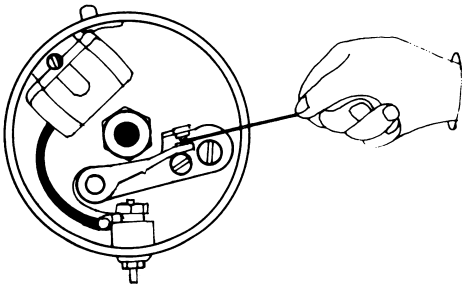

Fig. 21. Un papelito de celofán templado entre los puntos de contacto de los platinos.
- 7) Coloque un papelito celofán entre los puntos de contacto de los platinos y témplole con la otra mano (Fig. 21).